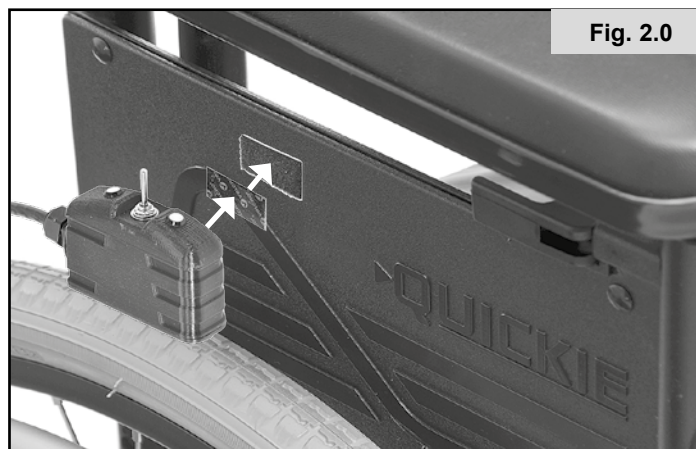

Fig. 2.0
2. La centralina dell'interruttore può essere montata ovunque, applicando semplicemente il gancio e la fascia a strappo di Velcro® forniti al lato dell'unità interruttore e al bracciolo, al telaio o a un altro elemento della carrozzina (Fig. 2.0).